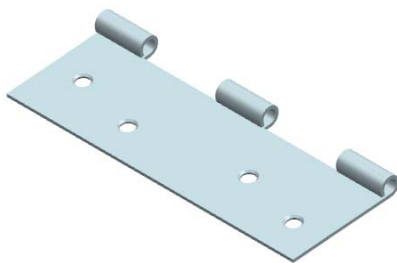

图 3-124 埋头孔
(5) 单击 **确定** 按钮，结果如图 3-124 所示。